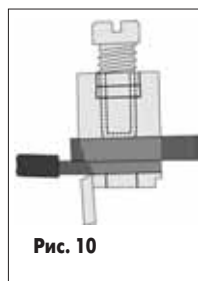

Рис. 10
4. Бугельный зажим (рис. 10). Используется в большинстве случаев благодаря высокому качеству контакта. Провод поджимается зажимной клеткой непосредственно к токоведущей части, снабженной в пятне контакта насечками. Характеризуется высокой и равномерной прижимной силой, большой площадью контакта и простотой монтажа. Не нуждается в обслуживании.